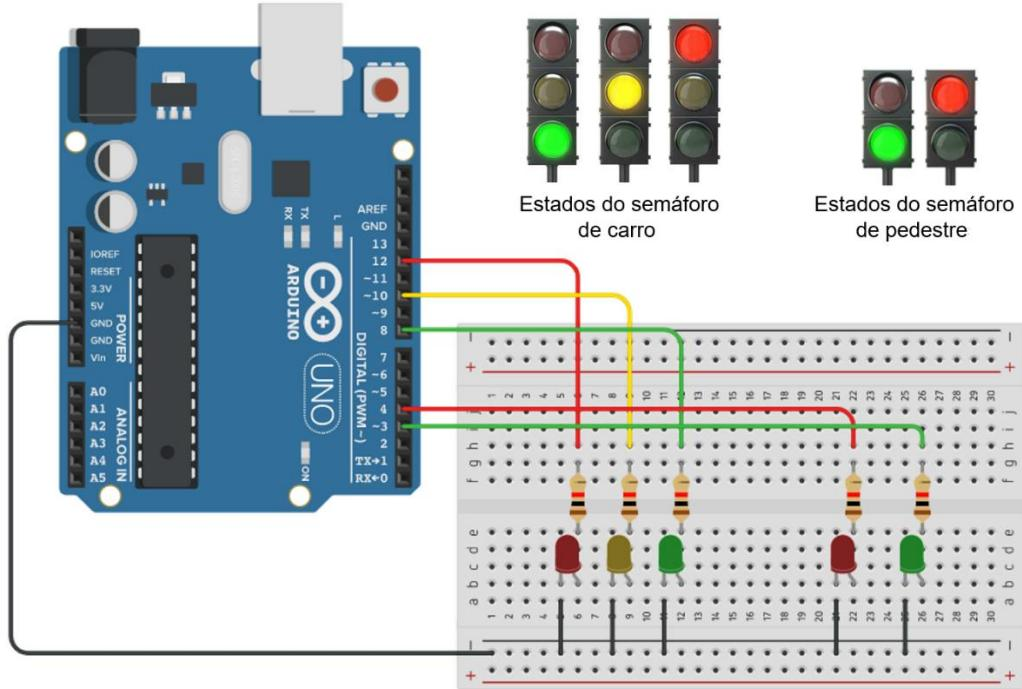

Figura 05 – Circuito da montagem do semáforo de carro e pedestre
- Realize a montagem do circuito (Figura 05) a seguir e desenvolva um código para um sistema de semáforo de trânsito destinado a carros e pedestres